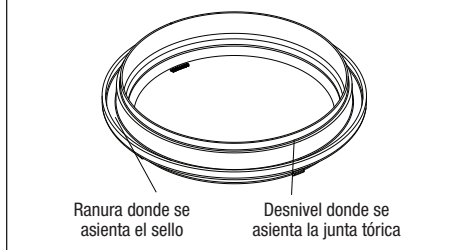

Figura 16. Colocación de la junta tórica de prueba de presión azul
2. Coloque la junta tórica azul en el desnivel ubicado a ¼" desde la parte inferior de la tapa. Consulte la Figura 16.